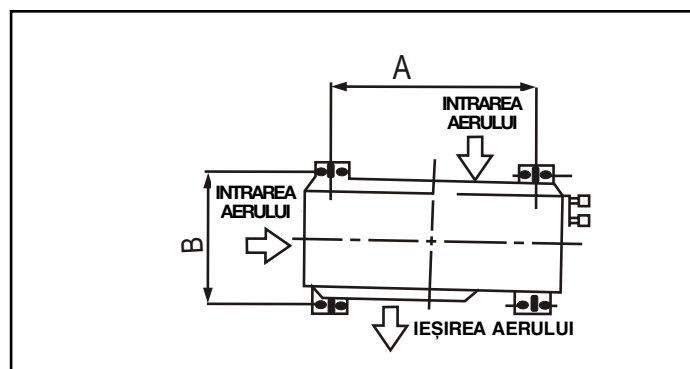

fig.10
5. Ancorați solid de un suport rigid și robust unitatea exterioară, având grijă să fie perfect orizontală. Utilizați buloane cu diam. 8 mm sau 10 mm (fig. 10)